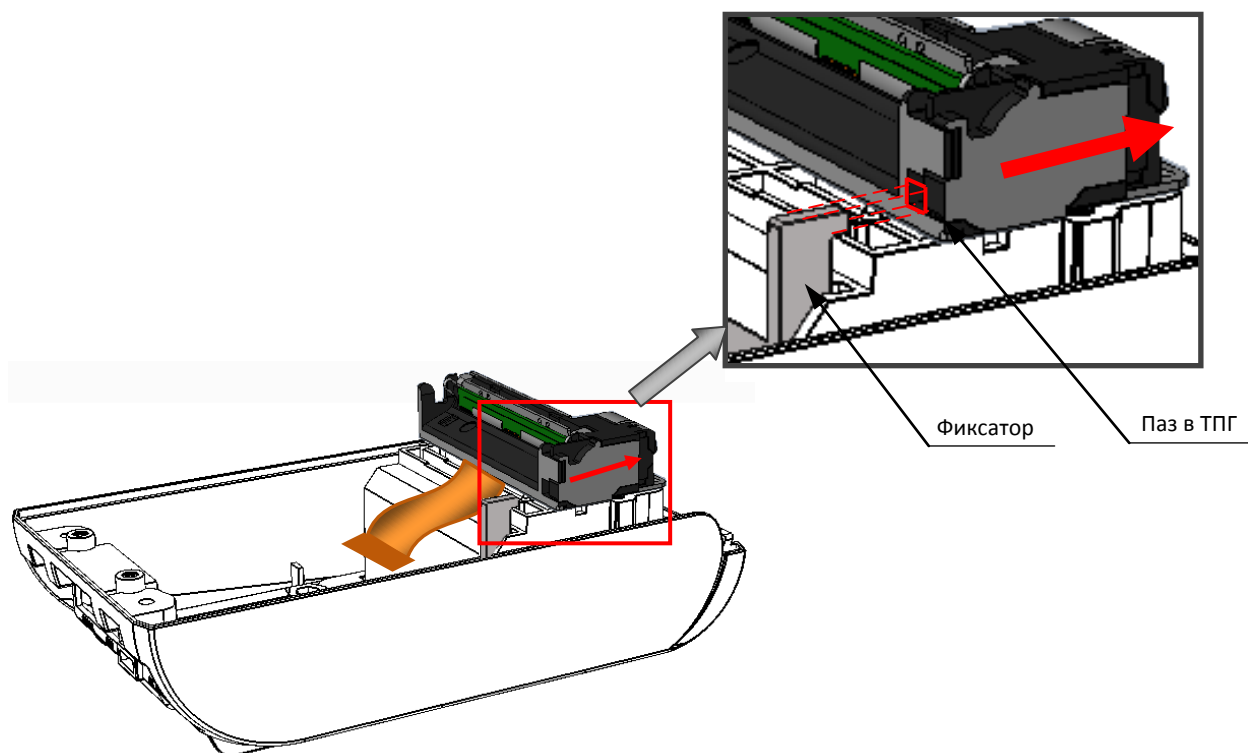

Рисунок 18. Направление смещения ТПГ с учетом расположения фиксатора в нижней части корпуса и паза в ТПГ
6. Затем аккуратно сместить ТПГ в направлении, показанном на рисунке и освободить фиксатор нижней части корпуса изделия из паза ТПГ (смотрите рисунок 18).
7. Установить на место старого экземпляра ТПГ новый экземпляр печатающего устройства, совместив фиксатор в нижней части корпуса изделия и паз в ТПГ (смотрите рисунок 18). ТПГ на нижней части корпуса изделия должно быть расположено как показано на рисунке ниже.